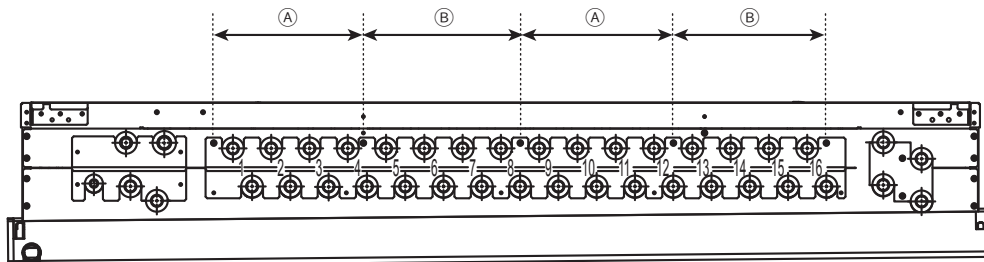

Abb. 9-4-2
- Beim Anschluss von Rohrverbindungssätzen an HBC-Anschlüsse können die verzweigten Seiten der Rohrverbindungssätze nicht an Kombinationen der Anschlüsse „4 und 5“, „8 und 9“ oder „12 und 13“ angeschlossen werden. (Siehe Abb. 9-4-2.)
- Die HBC-Steuerung besitzt zwei Pumpen. Jede Pumpe eignet sich für eine Leistung der Innengeräte von P175. Stellen Sie sicher, dass die Gesamtleistung der an „Anschlüsse 1 bis 4 und 9 bis 12“ oder „5 bis 8 und 13 bis 16“ angeschlossenen Innengeräte P175 nicht überschreitet. (Siehe Abb. 9-4-2.)
(1) Kältemittelleitung zwischen Außengerät und HBC-Steuerung (A, A₁, A₂, und A₃)
- Beim Anschluss von Rohrverbindingssätzen an HBC-Anschlüsse können die verzweigten Seiten der Rohrverbindingssätze nicht an Kombinationen der Anschlüsse „4 und 5“, „8 und 9“ oder „12 und 13“ angeschlossen werden. (Siehe Abb. 9-4-2.)